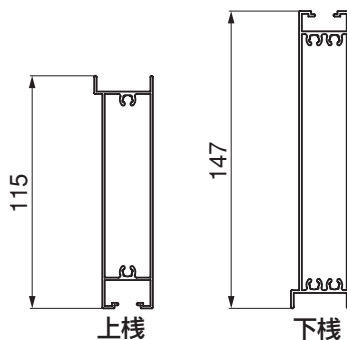

図2-5
- 上棧と下棧の形状は異なります。図2-5参照
- ④ 孔隠しキャップ大を取付けてください。